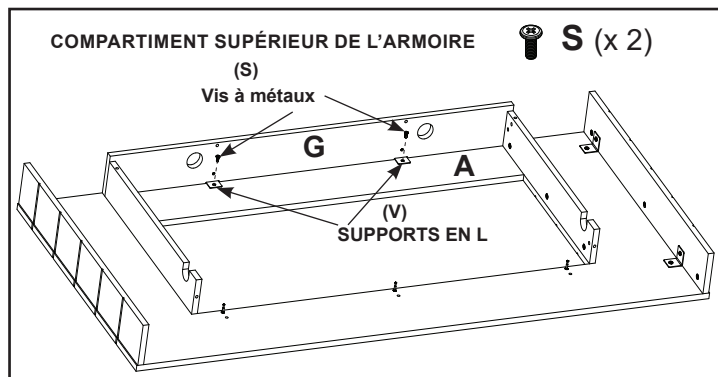

Figure 17
- Fixez la pièce « G » à la pièce « A » à l'aide de deux (02) vis M6 X 5 (S) et de deux (02) supports en L (V). Voir la figure 17.